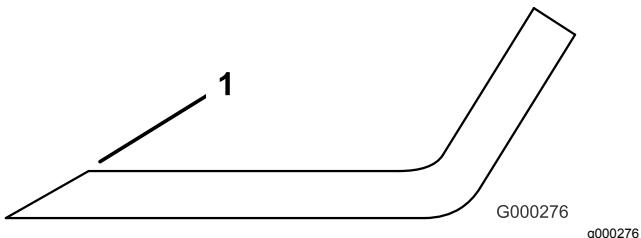

Figura 133
- Afie as extremidades de corte se estas apresentarem sinais de desgaste ou ranhuras (Figura 133).